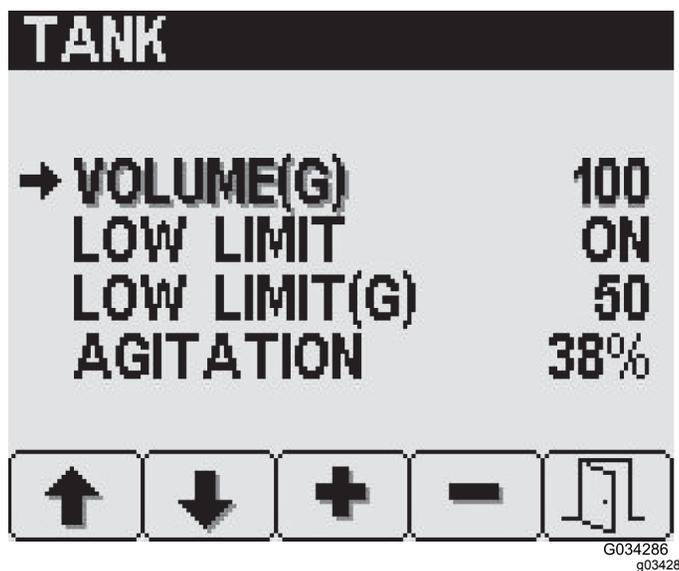

Рисунок 20
2. Нажимая кнопку 2, перейдите к пункту, который требуется изменить (Рисунок 20).
3. Установите требуемое значение с помощью кнопок 3 и 4 (Рисунок 20).